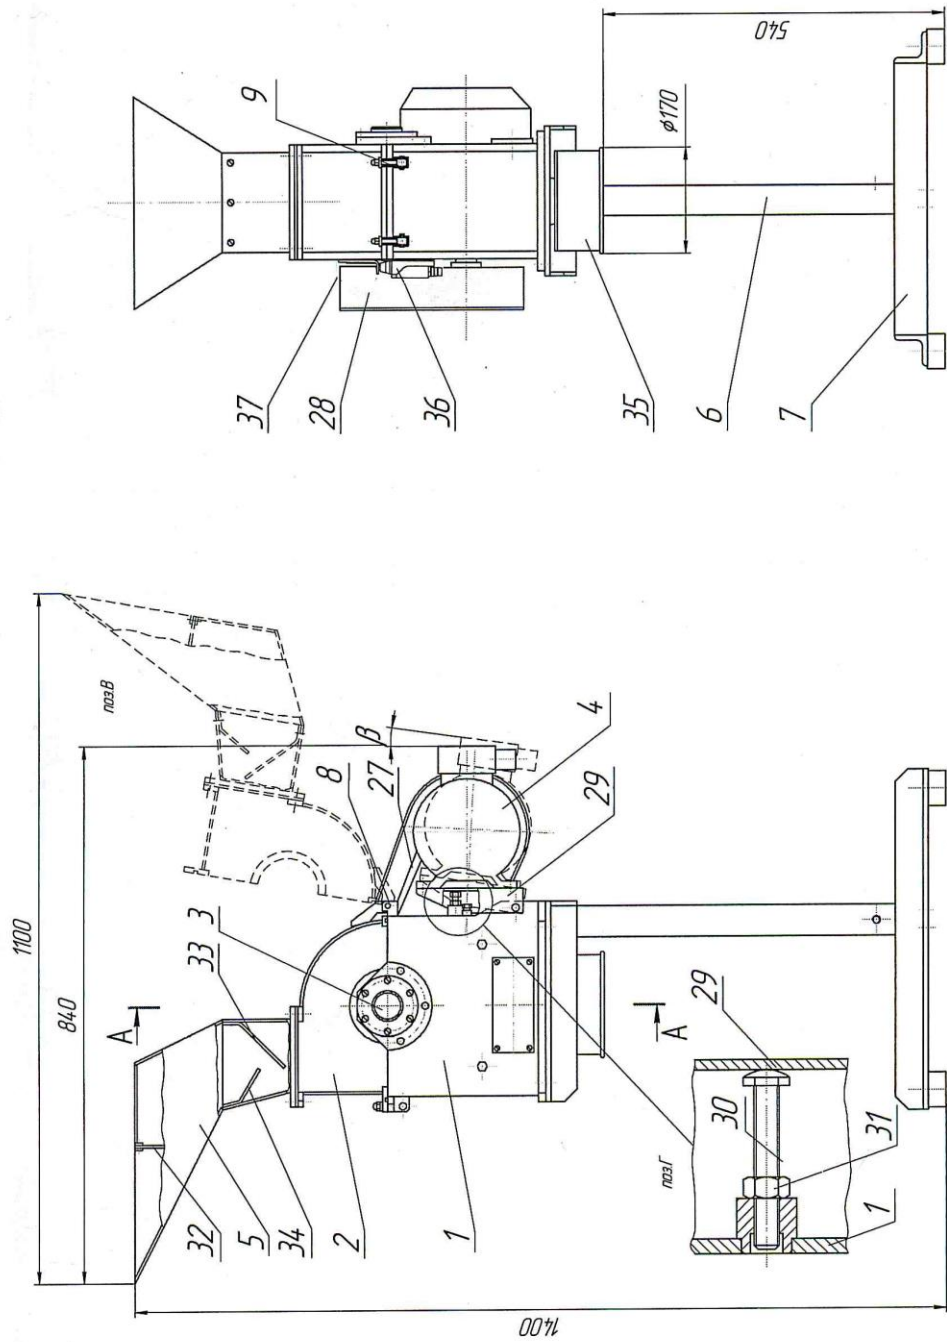

Рис.1 Общий вид молотковой дробилки МД 2х2.
- а) откинуть крышку 2 (Рис.1) корпуса;